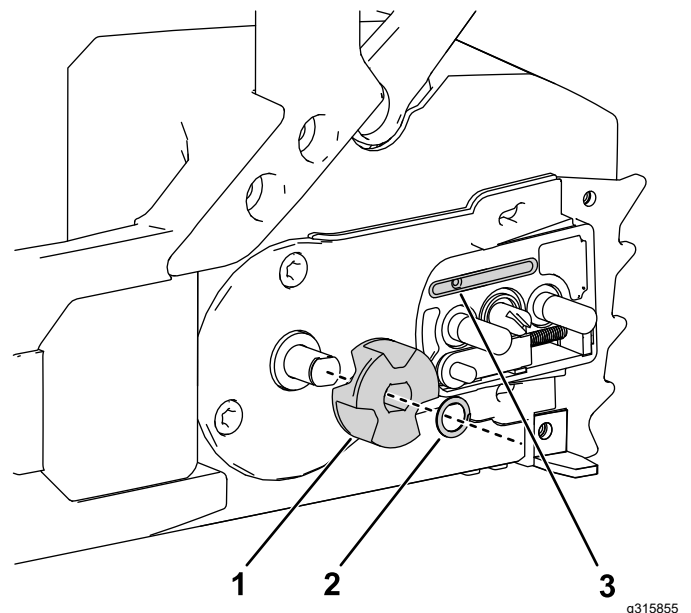

Figura 29
5. Retire o clipe e roda dentada da transmissão da motosserra (Figura 29).
9. Verifique a saída de óleo (Figura 29) em relação a detritos e limpe a área, se necessário.